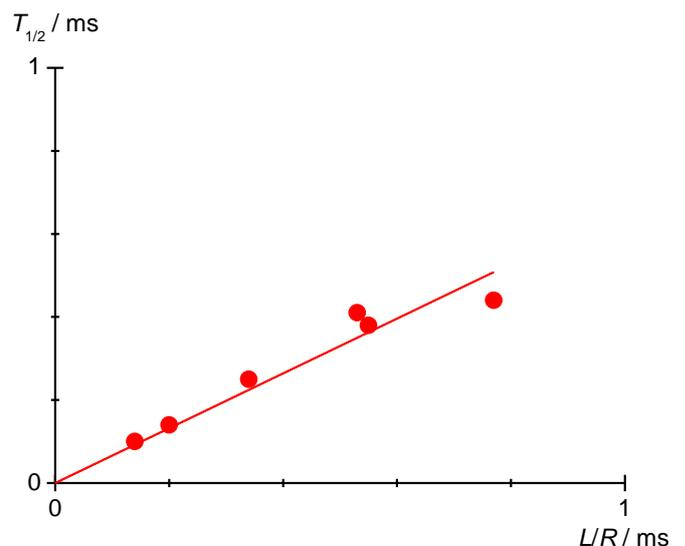

Fig. 6 : Temps de demi-vie $T_{1/2}$ en fonction de L / R .
- Comparer dans un diagramme les temps de demi-vie $T_{1/2}$ du tableau 5 aux quotients L / R et adapter une droite d'origine (fig. 6).
- Pour vérifier l'équation (3) à partir de la pente de la droite m , déterminer le facteur de proportionnalité $\ln 2$.